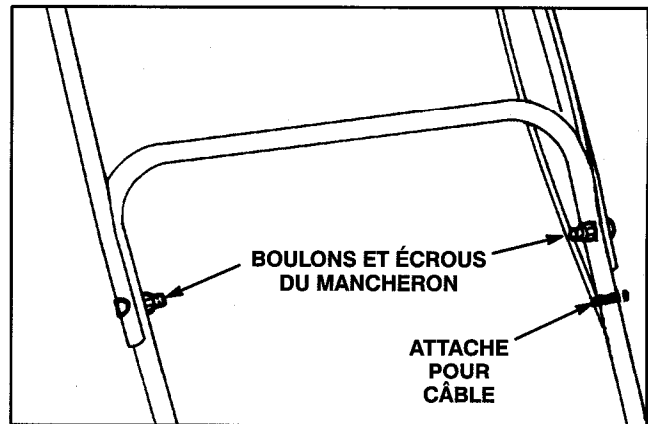

Figure 2
6. GUIDON SUPÉRIEUR (Fig. 2) – Assujettir les guidons supérieur et inférieur avec les boulons et écrous de guidon. Les écrous doivent se trouver à l'intérieur du guidon.
8. Assujettir les câbles de commande sur le côté gauche du mancheron à l'aide d'un serre-câble (Fig. 2).